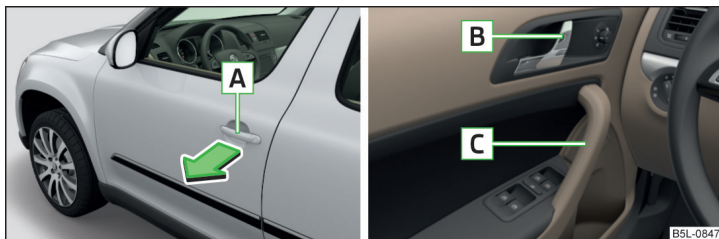

Fig. 33 Mănerul portierei/maneta de deschidere a portierei
- Pentru **deschiderea din exterior**, descuiați autovehiculul și trageți de mânerul portierei **A** în sensul săgeții » fig. 33.